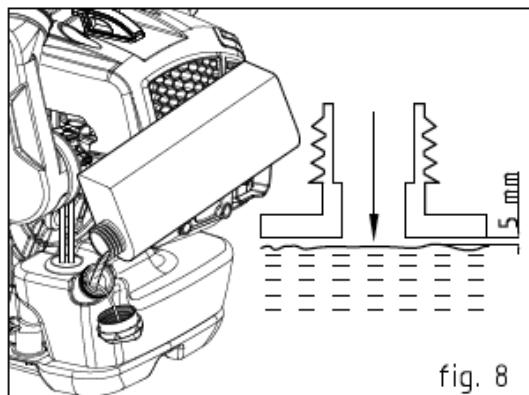

fig. 8
- No llene demasiado. Deje un espacio mínimo de 5mm entre el combustible y el tapón para permitir la expansión del combustible dentro del tanque. (fig.8)